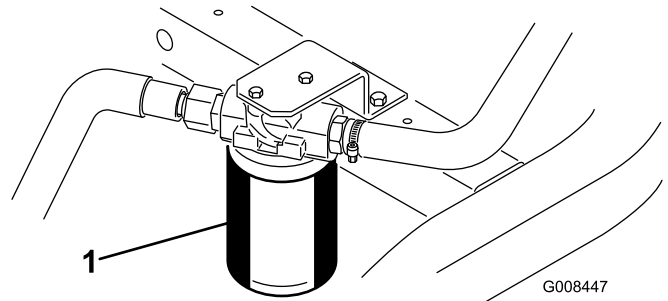

Bild 50
1. Reinigen Sie den Anbaubereich des Filters (Bild 50). Stellen Sie ein Auffanggefäß unter den Filter und entfernen den Filter.